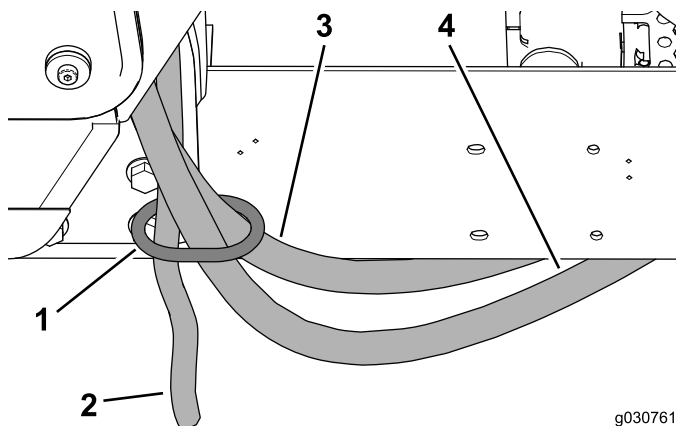

図 36
4. ヒーター用とドレン用のホースを、後キャブマウントのホース用リングに通す図 36。